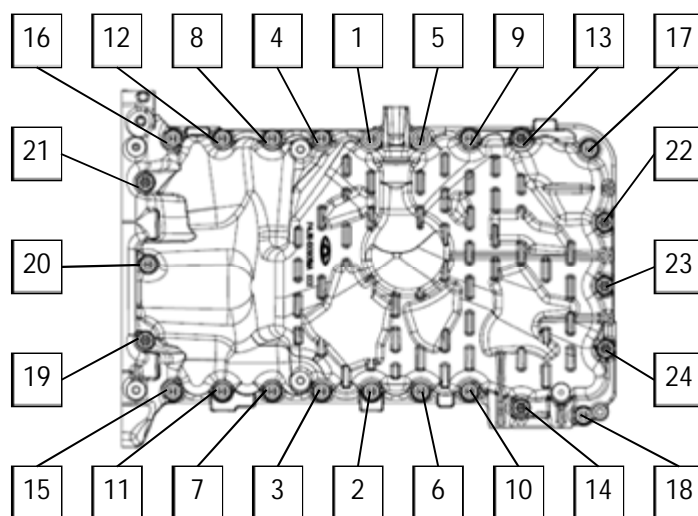

图 G-11 油底壳安装螺栓拧紧顺序
- 4) 在图 G-11 所示 13、15 对应的框架螺栓安装孔插入工艺导向销(可选择其他适合装配的孔位)。